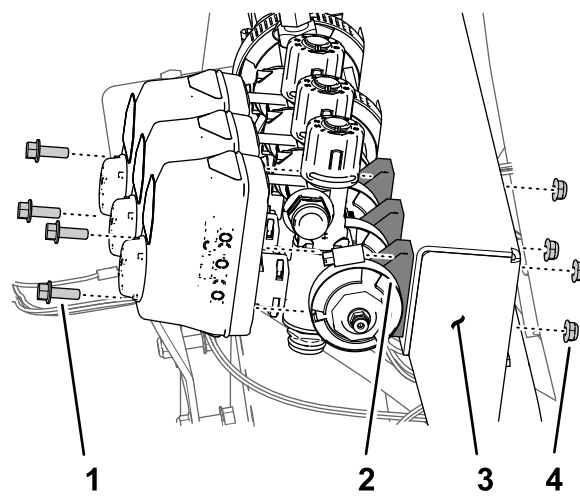

Рисунок 68
2. Удалите два болта с фланцевыми головками (1/4 x 3/4 дюйма) и две контргайки (1/4 дюйма), которые крепят клапан правой секции стрелы к креплению коллектора (Рисунок 68).
3. Снимите фланцевый хомут на 40–64 мм и прокладку 25 x 35 мм, которые крепят фланец клапана левой секции к переходнику (Рисунок 68).
1. Удалите два болта с фланцевыми головками (1/4 x 3/4 дюйма) и две контргайки (1/4 дюйма), которые крепят клапан левой секции стрелы к креплению коллектора (Рисунок 68).